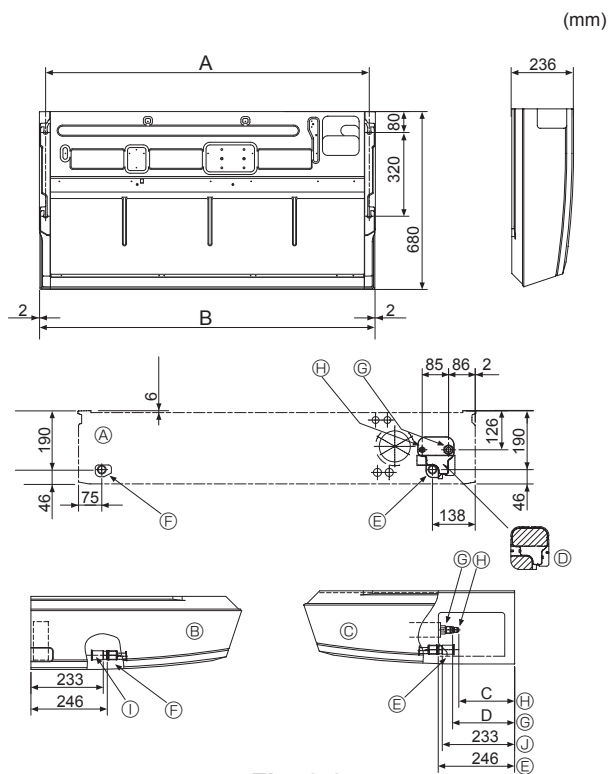

Fig. 3-2
①	Unterlegscheiben	4 Stck
②	Rohrabdeckung	1 Stck, große Ausführung (für Gasrohrleitung)
③	Rohrabdeckung	1 Stck, kleine Ausführung (für Flüssigkeitsrohrleitung)
④	Bänder	4 Stck
⑤	Verbindungsrohrmuffe	1 Stck gekennzeichnet mit 'UNIT'
⑥	Rohrmuffenabdeckung	1 Stck
⑦	Ablaufrohrabdeckung	1 Stck
⑧	Konummutter	1 Stck $\varnothing 6,35$ (Nur M60)
3.2. Vorbereitung zur Aufstellung (Fig. 3-2)